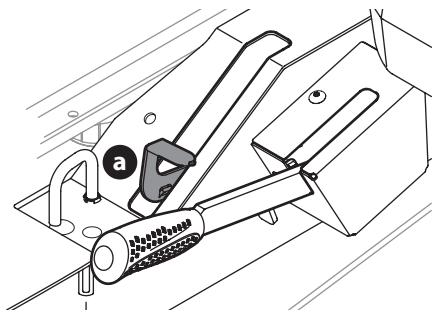

Fig. 34
1. Active las válvulas de derivación de las transmisiones tirando de la palanca de derivación (a) hacia arriba y luego a fondo hacia atrás (Fig. 34).
2. Para soltar la palanca de derivación (a), empuje la palanca hacia adelante (Fig. 34).